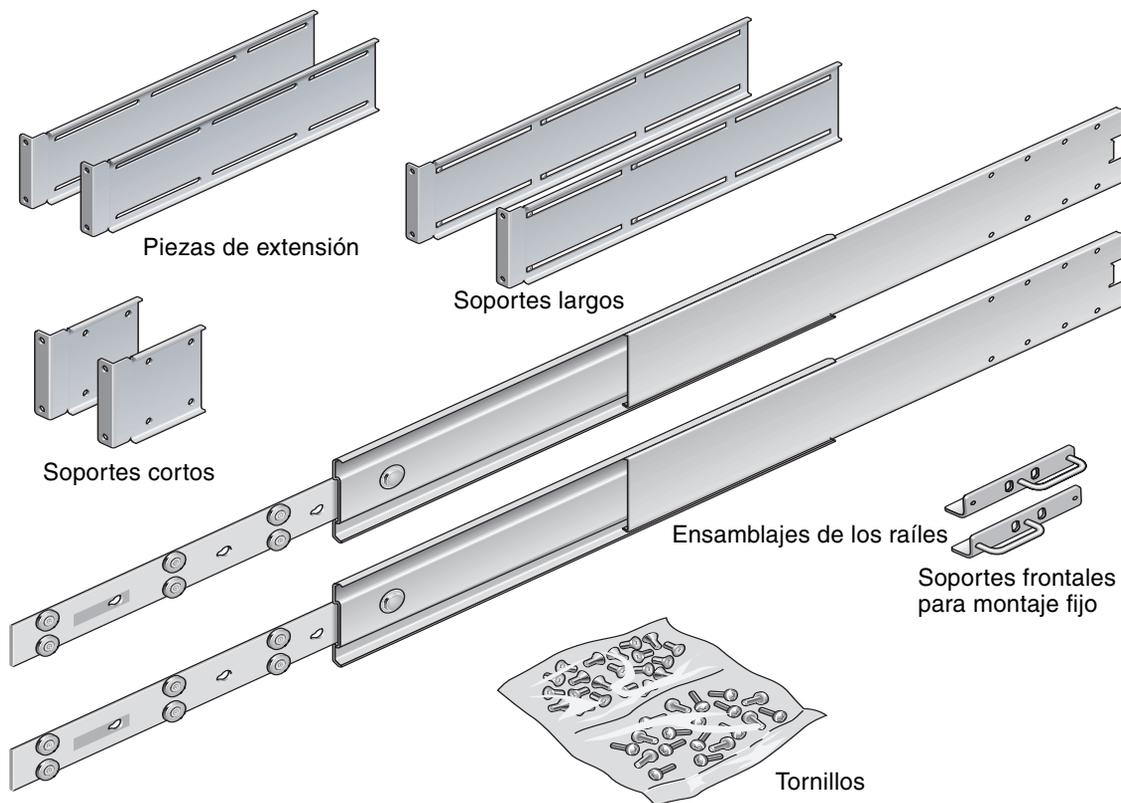

FIGURA 3-6 Contenido del kit del raíl de deslizamiento de 19 pulgadas de 4 postes
1. Saque los soportes de montaje fijo y los tornillos Phillips de cabeza plana M5 x 8 mm del kit del bastidor (FIGURA 3-6).
3. Saque las correderas Telco del kit del bastidor (FIGURA 3-6).
6. Saque los soportes cortos y largos del kit de montaje del bastidor (FIGURA 3-6).